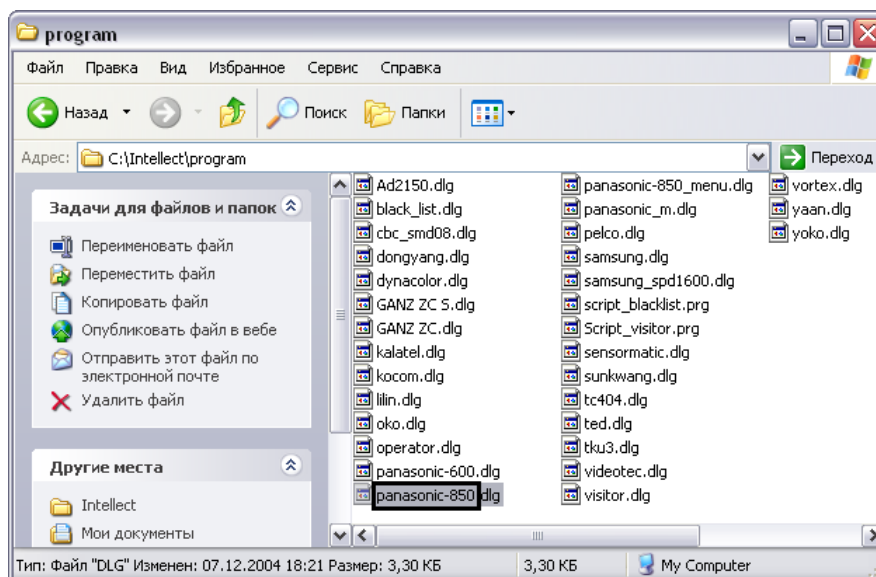

Рис. 3.4—13 Папка «program» каталога установки программы «Интеллект»
6. Для активации функции перемещения Окна запроса оператора на экране с помощью мыши требуется установить флажок «Разрешить перемещение» (см. Рис. 3.4—12, 6).
7. Указать координаты расположения Окна запроса оператора на экране, для этого необходимо изменить значения в полях «X» и «Y». Значения полей «X» и «Y» соответствуют координатам расположения левого верхнего угла Окна запроса Оператора на экране и выражаются в процентном соотношении относительно размеров экрана по горизонтали и вертикали соответственно (см. Рис. 3.4—12, 7).